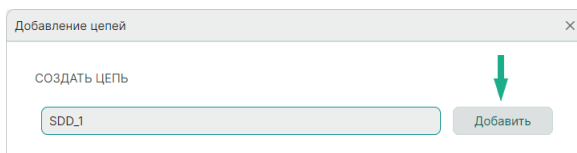

Рис. 176 Добавление новой цепи в список добавленных цепей
2) В поле «Создать цепь» введите имя новой цепи и нажмите кнопку «Добавить», см. Рис. 176.